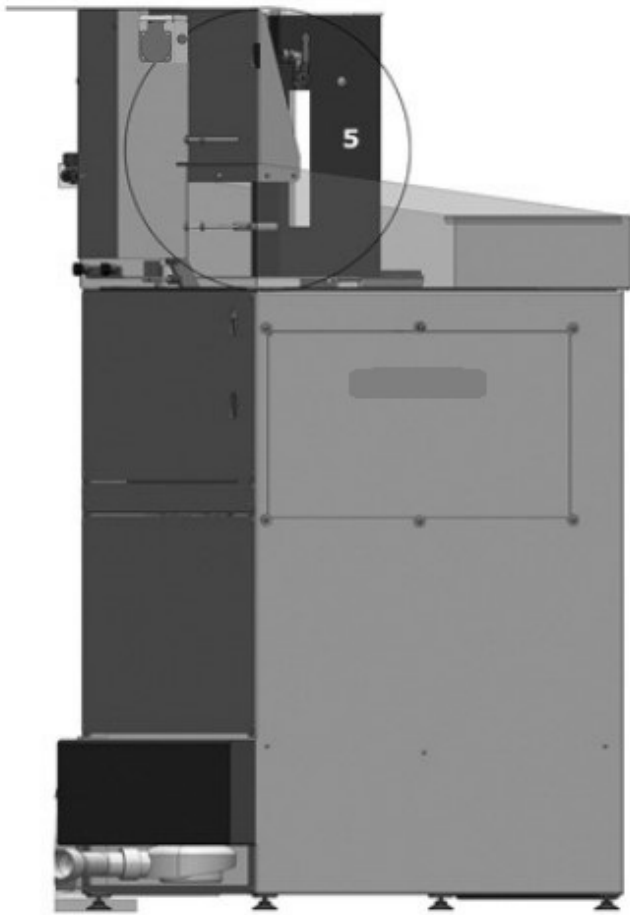

Abb. 5
- Befestigen Sie den TurboWash links hinten an der Rückwand des Waschplatzes Abb. 5, 6, 7 an den dafür vorgesehenen Bohrungen.